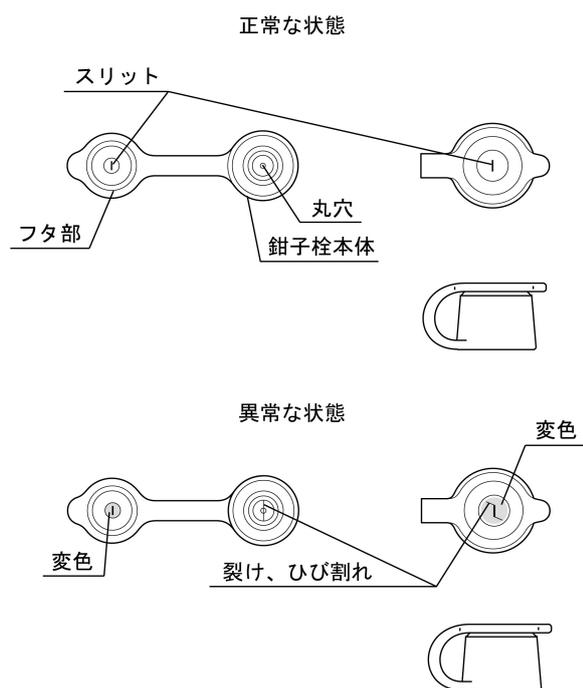

図3
13. 鉗子栓のフタ部のスリットまたは鉗子栓本体の丸穴に裂け、ひび割れ、変形、変色などの異常がないことを目視で確認すること（図3参照）。